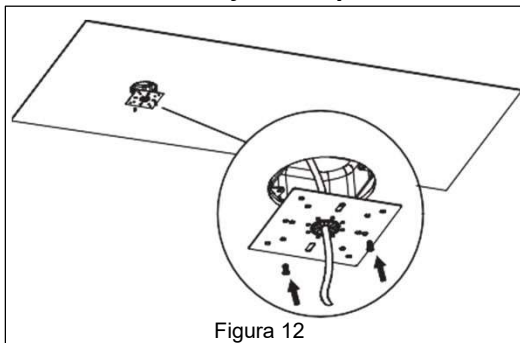

Figura 12
1. Conecta la placa cuadrada a la caja de unión con los tornillos incluidos. **Ver Figura 12.**